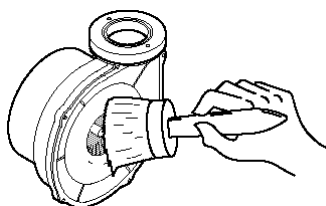

Рис. 11.2.5
- при необходимости разберите и щеточкой почистите вентилятор от пыли (Рис. 11.2.5).